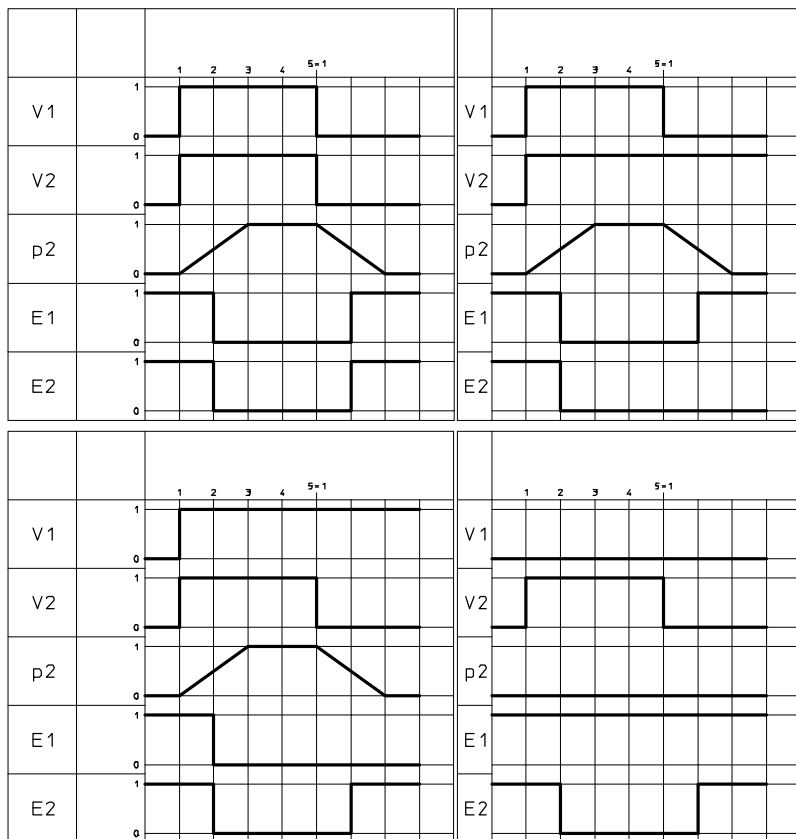
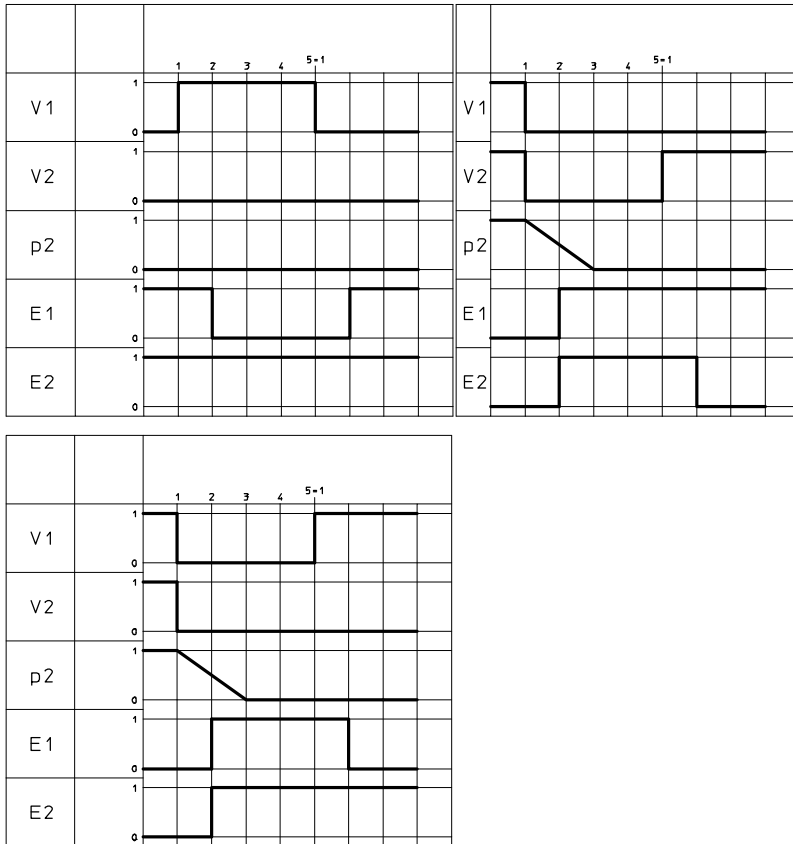

Fig. 8 功能测试，步骤 1 至 4
Fig. 9 功能测试，步骤 5 至 7
3. 检查控制模块的两个两位五通电磁阀的 V1 和 V2 的所有开关位置组合：按照下列步骤顺序，分析接近开关 E1 和 E2（此处：PNP 接近开关）的信号（➔ Fig. 8 ... Fig. 9）。